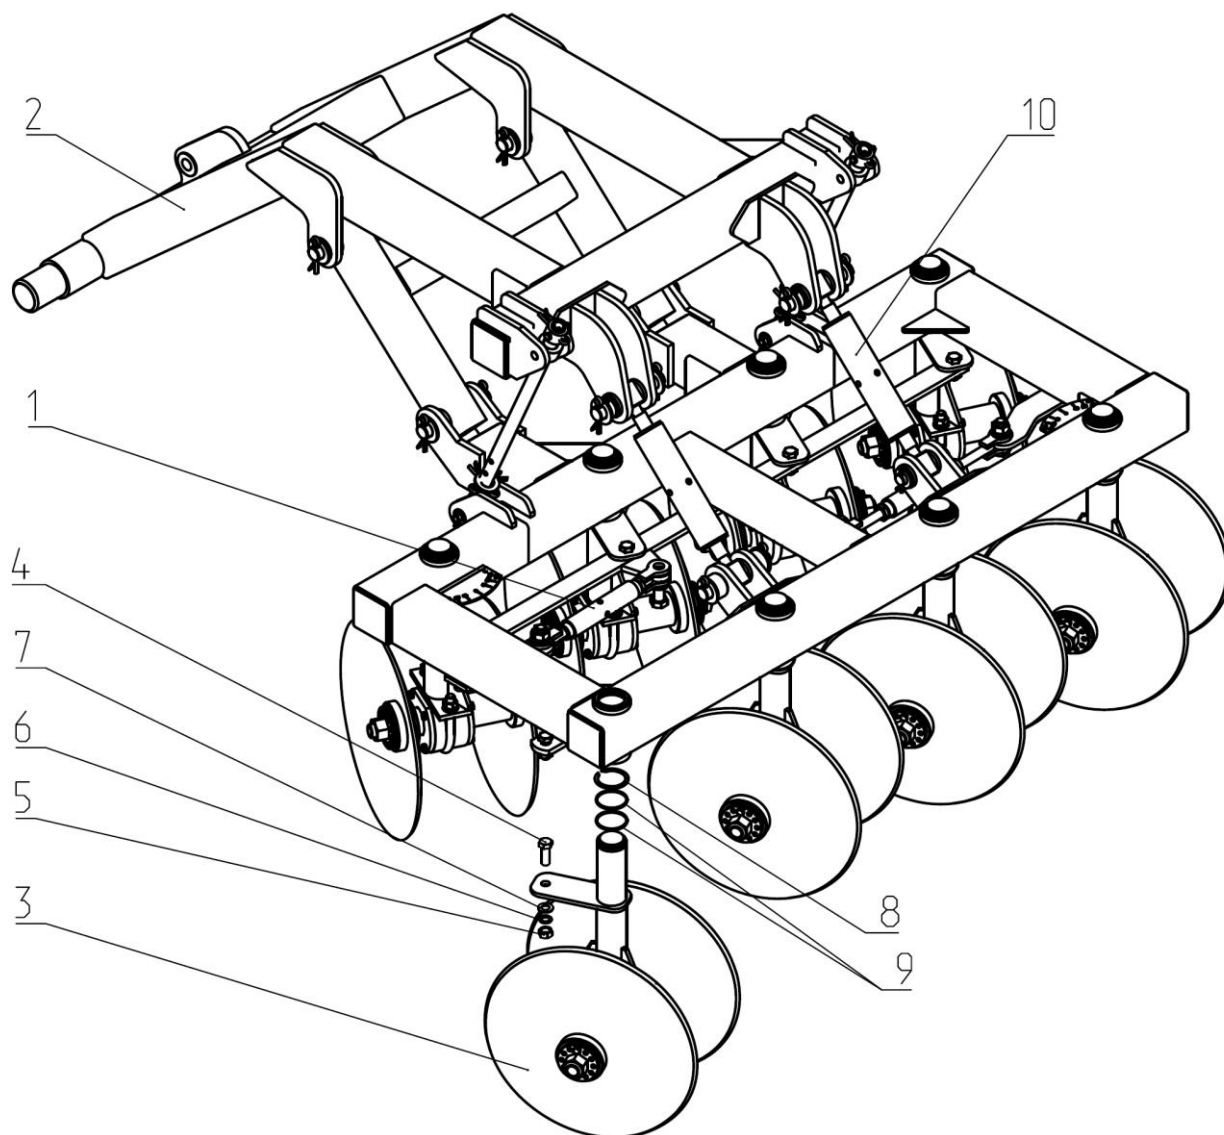
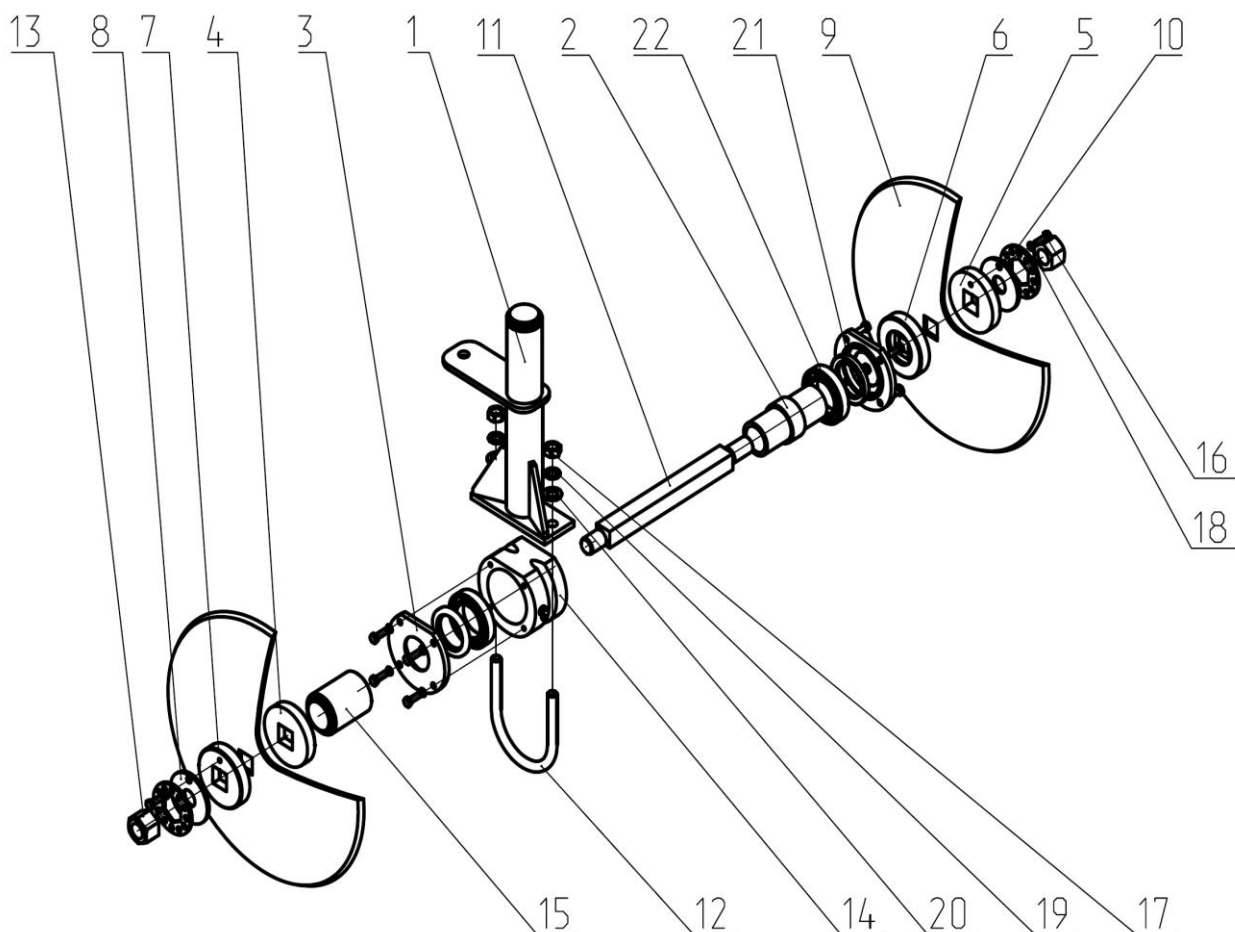

Рис.4. ЛДГ 00.010 Секция центральная в сборе.
Рис.5. ЛДГ 02.060 Рабочий орган.
2.12. Секция центральная в сборе (Рис.4) состоит из рамы несущей 2, с помощью которой она присоединяется к снице при сборке луцильника, перед его эксплуатацией, рабочих органов 3 в количестве 8 штук. Рабочие органы вставляются в раму несущую и крепятся кольцом 8. Кольца 9 служат уплотнением для удержания смазки в полости втулок, в которые вставляются рабочие органы.
2.13. Талреп 1 служит для установки угла атаки. Угол атаки рабочих органов секции центральной выставляется постоянным и равен 25° . Рабочие органы устанавливаются согласно Рис. 4,. Втулка натяжителя 10 служит для установки равномерного заглубления переднего и заднего рядов рабочих органов центральной секции.
2.15.Рабочий орган (Рис.5) состоит из стойки 1, закрепленной на раме секции центральной кольцом 8 (Рис.4). Диски 9 собираются на оси 11, вставленной в корпус 14, через втулку 2.
1-ЛДГ 02.802 Корпус в сборе(аналог корпуса Рис. 5); 2-ЛДГ 02.101 Шпилька; 3-ЛДГ 02.404 Упор выпуклый; 4-ЛДГ 02.404-01 Упор выпуклый; 5-ЛДГ 02.405 Упор вогнутый; 6-ЛДГ 02.405-01 Упор вогнутый; 7-ЛДГ 02.406 Шайба; 8-ЛДГ 02.411 Диск; 9-ЛДГ 02.431 Шайба; 10-ЛДГ 02.601 Ось; 11-ЛДГ 02.609 Гайка; 12-Болт М8х25 ГОСТ 7798; 13-Шайба 8.65Г ГОСТ 6402.
1-ЛДГ 02.802-01 Корпус в сборе(аналог корпуса Рис. 5); 2-ЛДГ 02.101 Шпилька; 3-ЛДГ 02.404 Упор выпуклый; 4-ЛДГ 02.404-01 Упор выпуклый; 5-ЛДГ 02.405 Упор вогнутый; 6-ЛДГ 02.405-01 Упор вогнутый; 7-ЛДГ 02.406 Шайба; 8-ЛДГ 02.411 Диск; 9-ЛДГ 02.431 Шайба; 10-ЛДГ 02.601 Ось; 11-ЛДГ 02.609 Гайка; 12-Болт М8х25 ГОСТ 7798; 13-Шайба 8.65Г ГОСТ 6402.